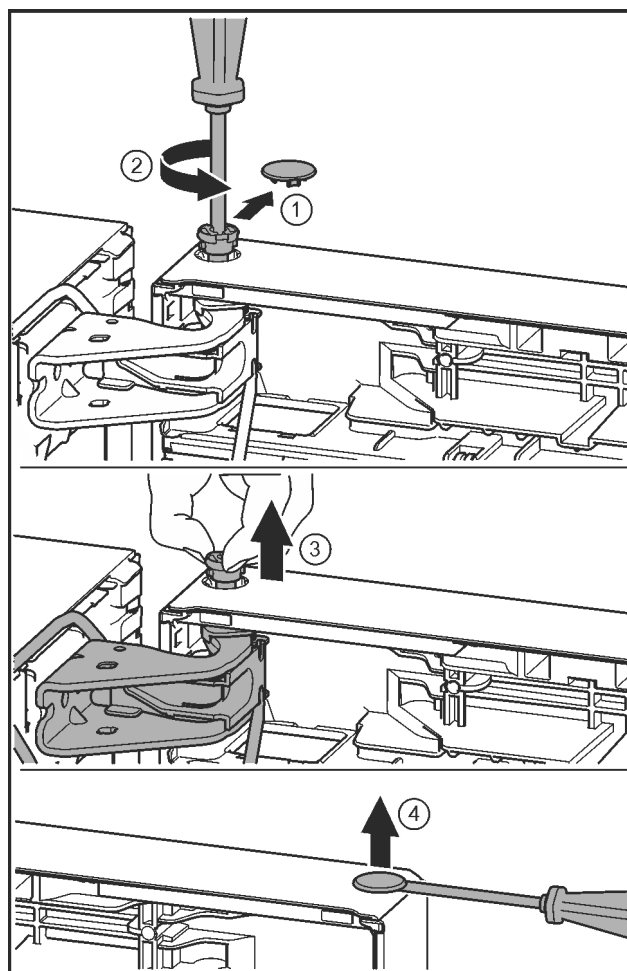

Fig. 26
- ▶ Previdno snemite varovalni pokrov. Fig. 26 (1)
- ▶ Sornik nekoliko izvijte z izvijačem T15. Fig. 26 (2)
- ▶ Držite vrata in s prsti izvlecite sornik. Fig. 26 (3)
- ▶ S ploščatim izvijačem previdno dvignite čep iz ležajne doze vrat in ga izvlecite. Fig. 26 (4)